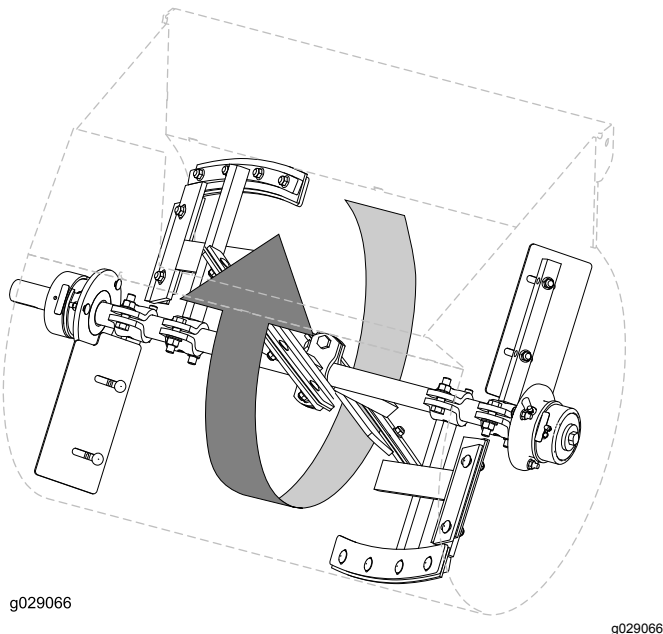

Figura 44
1. Gire una paleta de la fila izquierda de paletas alrededor del tambor y localice en el interior del tambor la mínima distancia entre el tambor y la escobilla de la paleta (**Figura 44**).